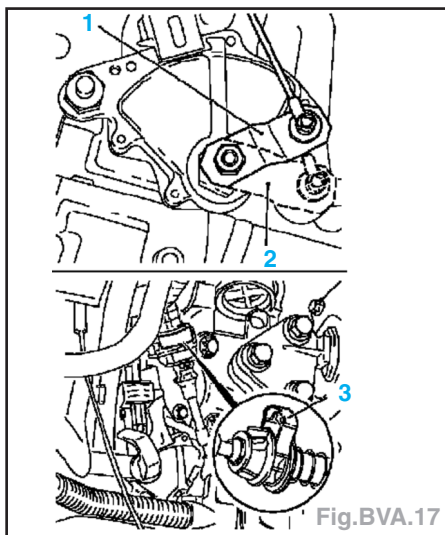

Fig. BVA.17
- Le levier doit s'enclencher à chaque fois : **P** (2), **R** et **N** (1), **D, 3, 2** et **1** (Fig. BVA.17).